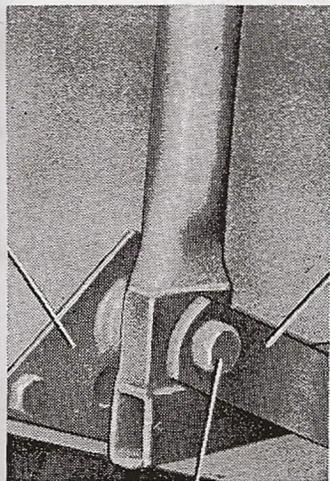

Fig. 91
1. Déposer la jambe d'aile (fig. 91/1) en dévissant la vis M 10×30 (fig. 91/2) de la patte d'attache (fig. 91/3) de l'aile.